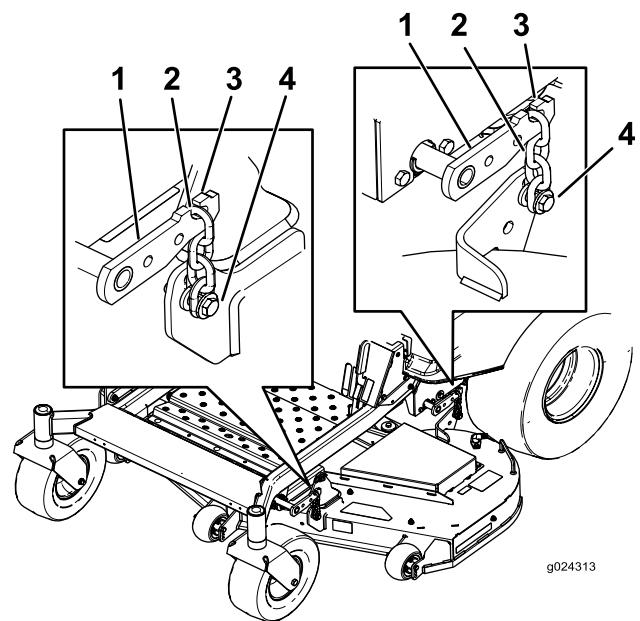

Figure 73
5. Desserrez les boulons de réglage aux quatre coins de sorte que le plateau repose bien sur les quatre cales (Figure 73).
6. Vérifiez que les quatre chaînes sont tendues (Figure 73).
7. Resserrez les quatre boulons de réglage (Figure 73).